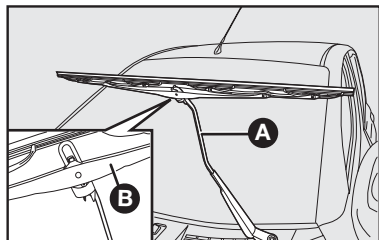

fig. 19
## Sustitución de las escobillas del limpiaparabrisas - fig. 19
- 2) Presione la escobilla **B**-fig. 19 y empujela la hacia abajo soltándola del brazo **A**.